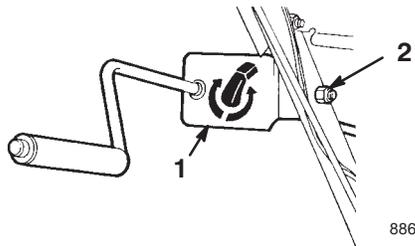

Bild 11
1. Montieren Sie den Schaltbügel für den Auswurfkanal und die Stange mit der Schraube und der Sicherungsmutter an der linken Seite des Griffelements an (Bild 11).
5. Ziehen Sie die Sicherungsmutter am Schaltbügel des Auswurfkanals an (Bild 11).